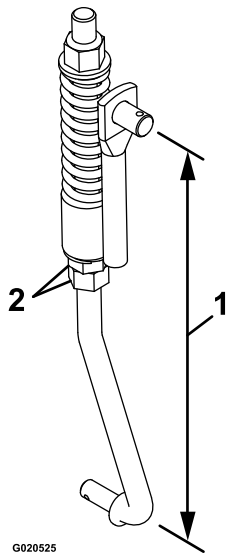

Figura 48
8. Ajuste la longitud del acoplamiento con las 2 tuercas situadas en la parte inferior del conjunto de muelle vertical (Figura 48).